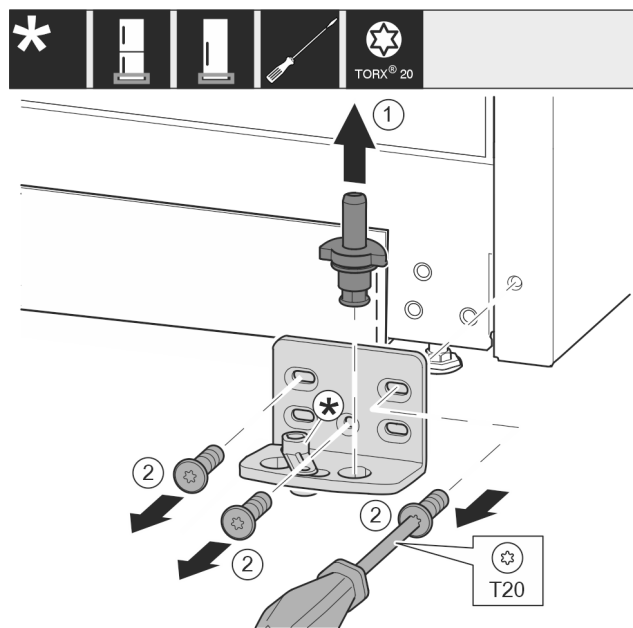

Fig. 17*
- ▶ 将轴承螺栓 Fig. 17 (1) 完全向上拉出。*
- ▶ 将螺钉 Fig. 17 (2) 用螺丝刀旋开并取下托架。*